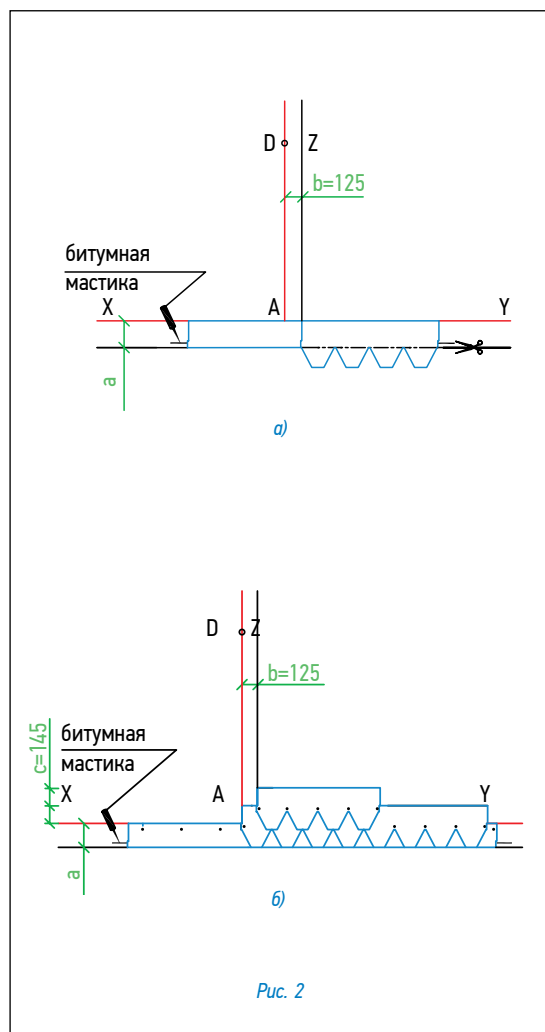

Рис. 2
### Укладка материала (рис. 2)
- Начальный ряд формируется из специальной коньково-карнизной черепицы, либо из листов черепицы обрезанных по линии образованной конечными точками вырезов. Элементы начального ряда укладываются по линии карниза в обе стороны от линии Z (рис. 2а) и фиксируются по нижнему краю битумной мастикой, а по верхней кромке 4 гвоздями (ось гвоздей на 5 см ниже верхнего края полосы);
- далее первый ряд черепицы укладывается от линии AD (рис. 2б);